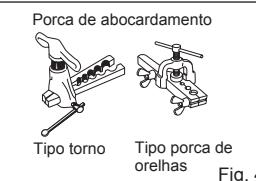

Fig. 4
- 4) Trabalho de abocardamento (Fig. 4, 5). Mantenha firmemente o tubo de cobre na dimensão apresentada na tabela. Selecione A mm na tabela de acordo com a ferramenta seleccionada.